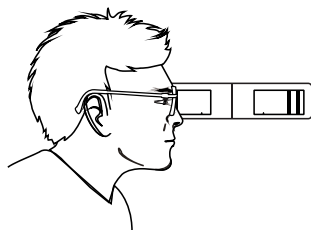
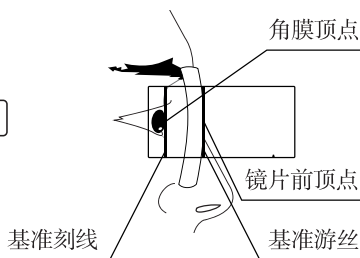

图 9a
图 9b
6.5 左右眼镜角距 (VD) 的测量 (图 9a、9b 所示)
b. 进入 VD 测量模式后，被测者处于正直位，并平视前方，测量者站在被测者的侧面，调整仪器的位置，使仪器处于水平的位置（见图 9a）。测量者将仪器的基准刻线对准被测者的角膜顶点。然后，移动游丝对准镜片前表面（见图 9b）。此时测量数据减去镜片中心厚度即为镜角距值。